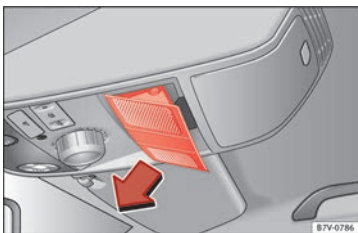

Fig. 15 I loftet: Sådan fjernes afdækningen.
- Fjern afdækningen i pilens retning » Fig. 15.